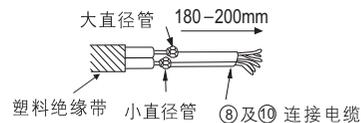

图 11
- (3) 再用附件③保温材料包扎室内机组铜管接口处。
- (4) 修整电线与铜管以便将它们塞进机组后面，并用塑料扎带固定。
- (5) 重新把机组的上下的投影搭扣部位牢固地勾在安装板凸出的钩子上。(如图11所示)
- (6) 室内外连接管与电线的排列安装按图11所示。